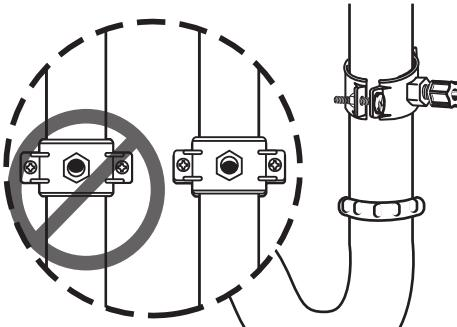

Figure 38
6. Assurez-vous que la rondelle en caoutchouc noir est bien en place dans le collier de serrage et placez le collier de serrage sur le trou percé. Regardez par le trou et positionnez le collier de manière que son centre soit légèrement plus haut (1/16 po) que le centre du trou percé (voir la Figure 38). Serrez le collier fermement.